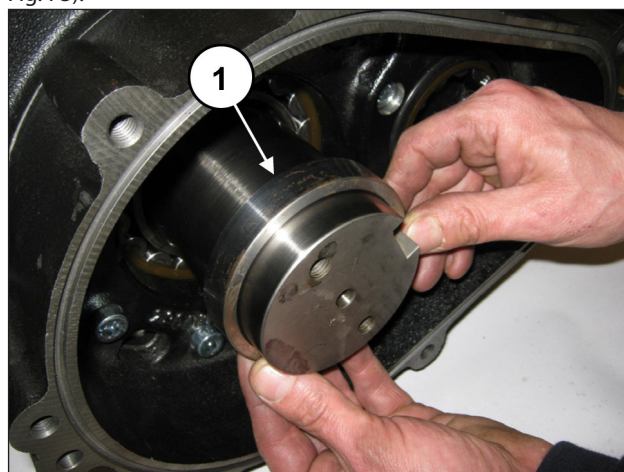
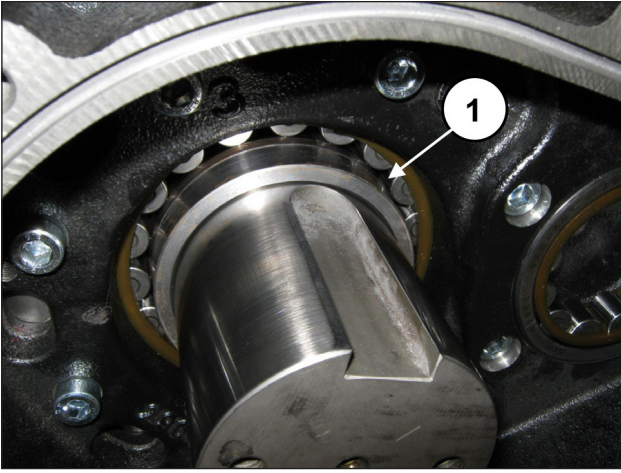

Fig. 72
Fig. 73
Serrer les vis à l'aide d'une clé dynamométrique, en suivant les explications du chapitre 3 FORCES DE SERRAGE DES VIS. Insérer la bague d'appui de la couronne dans la queue du vilebrequin (rep. ①, Fig. 72) et la pousser à fond (rep. ①, Fig. 73).